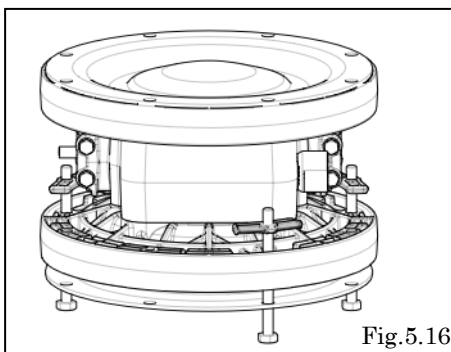
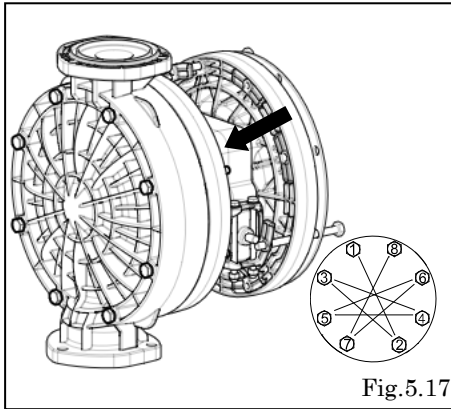

Fig.5.16
Fig.5.17
(困難な場合は、ダイアフラムを最小限の緩める方向で調整する) [Fig.5.16]
- ・ Fig.5.16 で取り付けしたダイアフラム側にアウトチャンバーを取り付ける。〔Fig.5.17〕